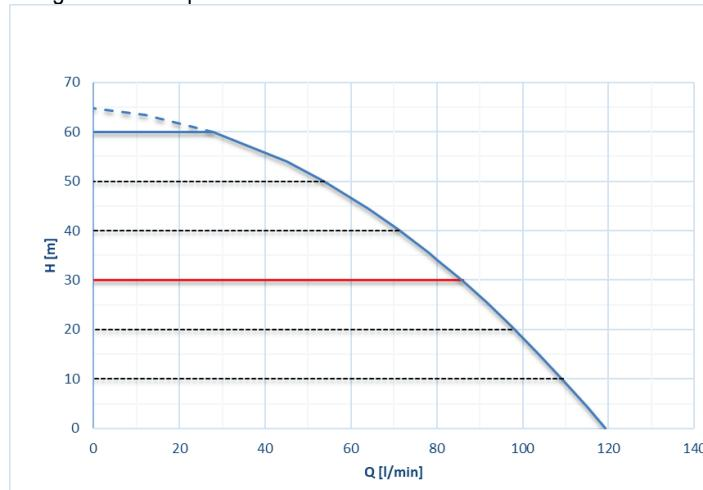

Abbildung 6
Das System beinhaltet eine mehrstufige elektrische Kreiselpumpe, die von einem wassergekühlten Drehstrommotor angetrieben wird. Die Kühlung des Motors mit Wasser anstatt mit Luft gewährleistet eine geringere Geräuschentwicklung in der Anlage und die Möglichkeit, diesen auch in nicht belüfteten Standorten aufzustellen. Die graphische Darstellung der Abb.6 zeigt die Kurven der hydraulischen Leistungen. Der Inverter moduliert automatisch die Drehgeschwindigkeit der Elektropumpe, so dass diese ihren Arbeitspunkt je nach Bedarf an eine beliebige Stelle des Bereichs unterhalb der eigenen Kurve verschieben kann, damit der eingestellte Wert des konstanten Drucks erhalten bleibt (SP). Die rote Kurve zeigt das Verhalten von e.sybox bei auf 3.0 bar eingestelltem Setpoint.